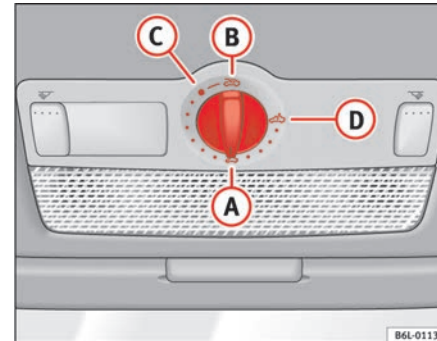

Abb. 53 Ausschnitt aus dem Dachhimmel: Drehschalter Schiebe-/Ausstelldach
- Drehen Sie den Drehschalter in Stellung **A** ⇒ Abb. 53 ⇒ ⚠.